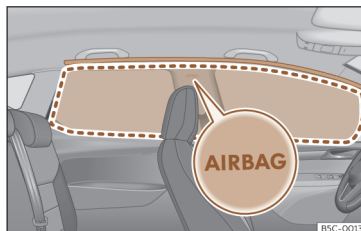

Fig. 34 Localização dos airbags da cabeça.
Os airbags da cabeça estão localizados de ambos os lados do habitáculo, por cima das portas >>> **Fig. 34** e estão assinalados pelo logo «AIRBAG».
Ao ativar-se, o airbag da cabeça ocupa a zona assinalada (raio de alcance) >>> **Fig. 34**. Por este motivo, nunca se deverá colocar ou fixar objetos nesta zona >>> **⚠**.
- Assegure-se de que as crianças viajam sentadas corretamente nas suas cadeiras e não colocam a cabeça na zona de insuflação dos airbags para a cabeça >>> **Fig. 34**, uma vez que, se os airbags disparassem, estes poderiam bater-lhes e causar-lhes lesões graves.